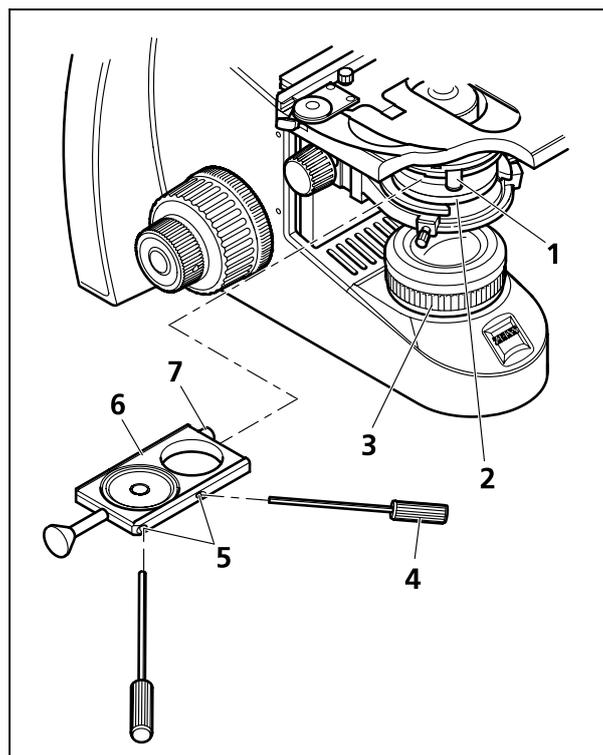
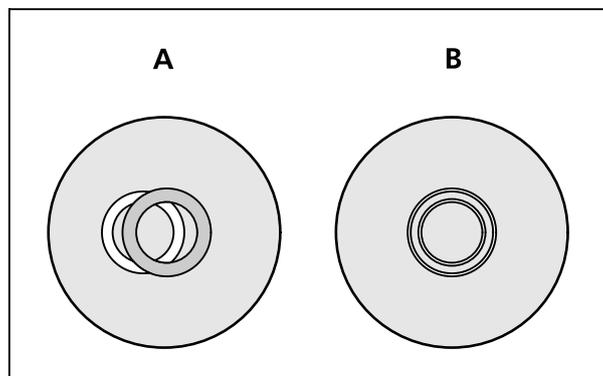

Рисунок 9 Вставление задвижки
Рисунок 10 Центрировка кольцевой диафрагмы
- Открыть полевую диафрагму осветителя (Рисунок 9/3, если она регулируема) на штативе. Открыть апертурную диафрагму на конденсоре Аббе (Рисунок 9/2) с помощью рычага (Рисунок 9/1).
- Если задвижка для фазового контраста (Рисунок 9/6) не была смонтирована на заводе-изготовителе, вывинтить сначала винт задвижки (Рисунок 9/7). Затем вдвинуть задвижку слева в конденсор Аббе и снова закрутить винт (Рисунок 9/7).
- Проконтролировать правильность центрировки кольцевой диафрагмы в соответствии с иллюстрацией (Рисунок 10). Для этого следует вынуть один из окуляров и заменить его диоптером.
- Двумя центрировочными винтами задвижки (Рисунок 9/5) провести при необходимости центрировку кольцевой диафрагмы (Рисунок 10/А) с помощью обоих 1,5-миллиметровых торцовых шестигранных ключей (Рисунок 9/4) до тех пор, пока изображение не будет идентично с иллюстрацией (Рисунок 10/В).